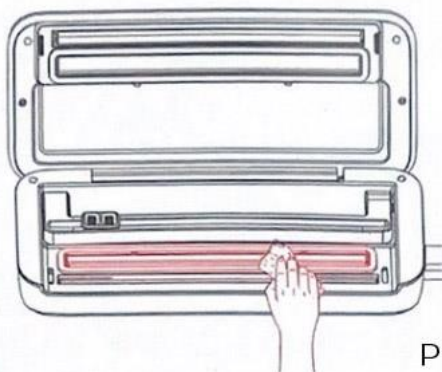

Рис. 12
4. Для очищения корпуса и вакуумного отсека рекомендуется использовать влажную ткань (рис.12).